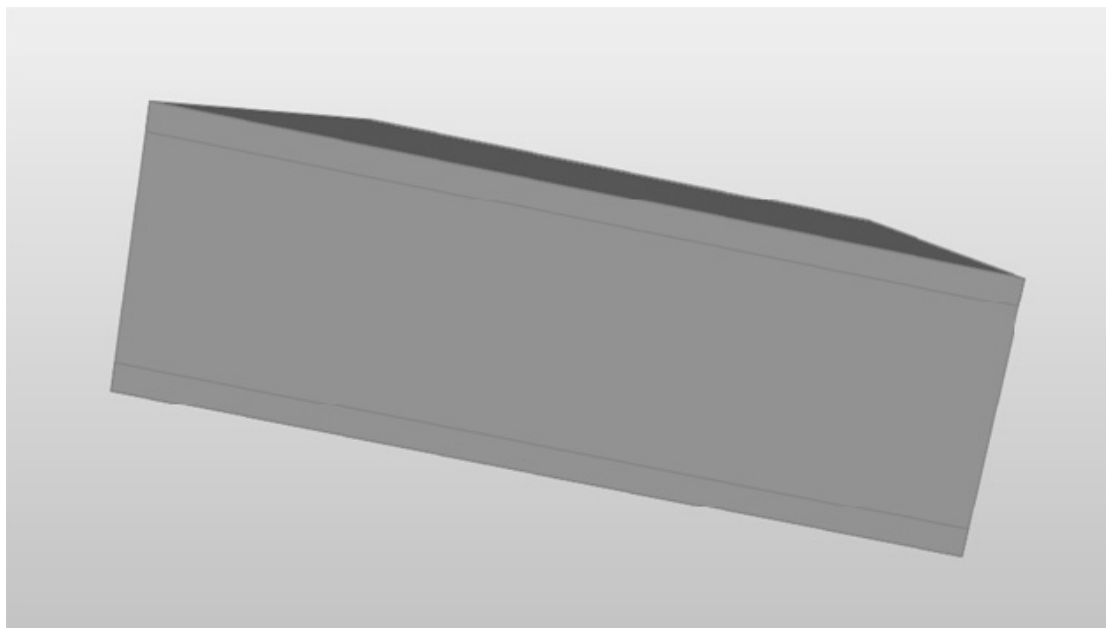

图 4-28
7) 再次单击鼠标右键或按〈Esc〉键退出草绘模式，进入推/拉模式，如图 4-28 所示。